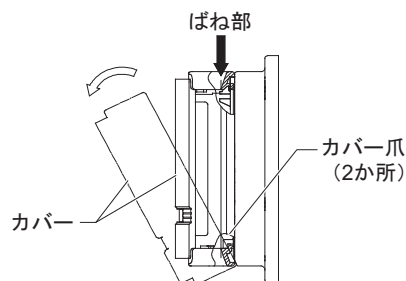
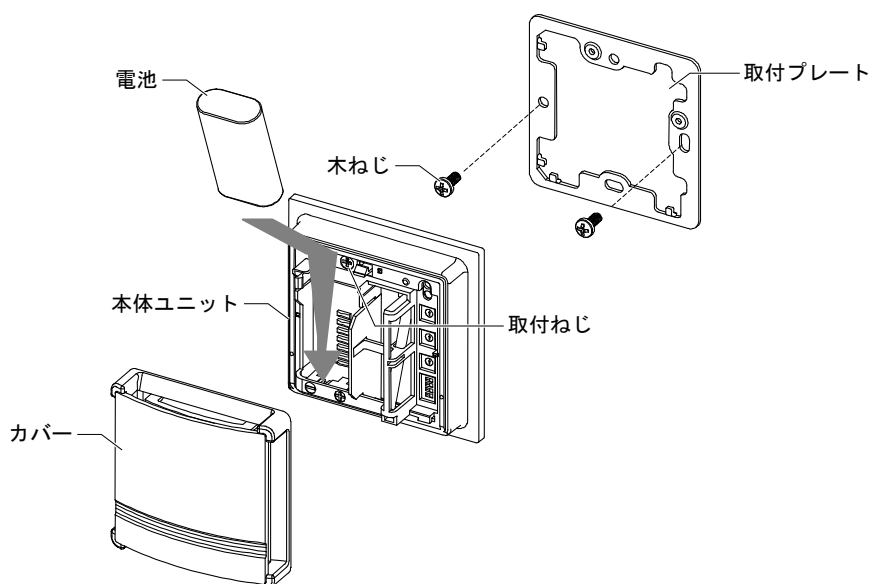
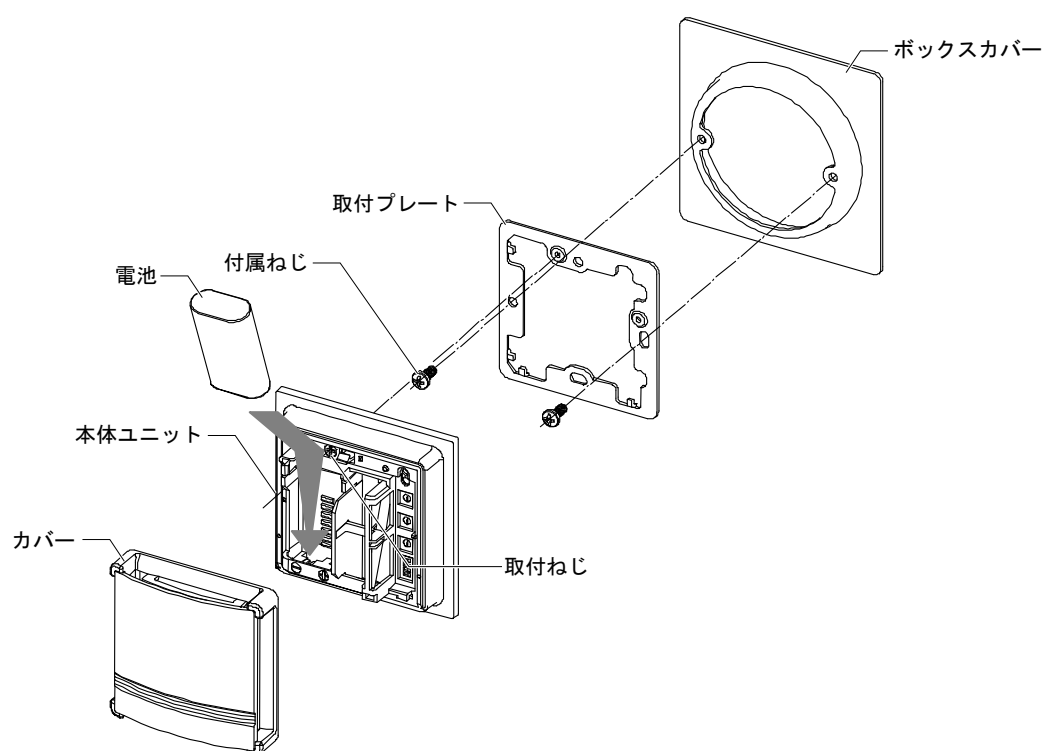

図15 カバーの着脱
図16 取付方法 (壁直接取付時)
図17 取付方法 (JIS取付ボックスで取付時)
### (1) 壁直接取付 (図16参照)
- ① 取付プレートを付属の木ねじ2本で壁面に取り付けます。(取付ねじ間隔は、66mm、66.7mmのどちらでも構いません)
- ② 対応するRF受信機の電源が投入されていることを確認します。
- ③ 本体カバーを外します。(図15参照)
- ④ 取付プレートに本体ユニットを差し込み、本体ユニット上部に仮止めされている取付ねじを締めて固定します。
- ⑤ 周波数チャンネル、グループアドレスは対応するRF受信機と同じに設定します。
- ⑥ RF受信機に2台のセンサ(ネオセンサワイヤレス温度/温湿度センサ、ネオパネルワイヤレスのいずれか)が接続される場合にはセンサを特定するためのセンサアドレスを設定します(このときの設定は「0」または「1」とし、センサごとに違うアドレスに設定してください)。
- ⑦ 本体の極性表示を確認して正しい方向に電池を入れます。
- ⑧ カバーをします。(図15参照)
## (2) JISボックス取付 (図17参照)
- ① 取付プレートを壁内のボックスカバー (JIS C8340 取付寸法66.7mm使用 市販品) に付属ねじで取り付けます。
- ③ 本体のカバーを外します。(図15参照)
- ⑥ RF受信機に2台のセンサ (ネオセンサワイヤレス温度/温湿度センサ、ネオパネルワイヤレスのいずれか) が接続される場合にはセンサを特定するためのセンサアドレスを設定します (このときの設定は「0」または「1」とし、センサごとに違うアドレスに設定してください)。